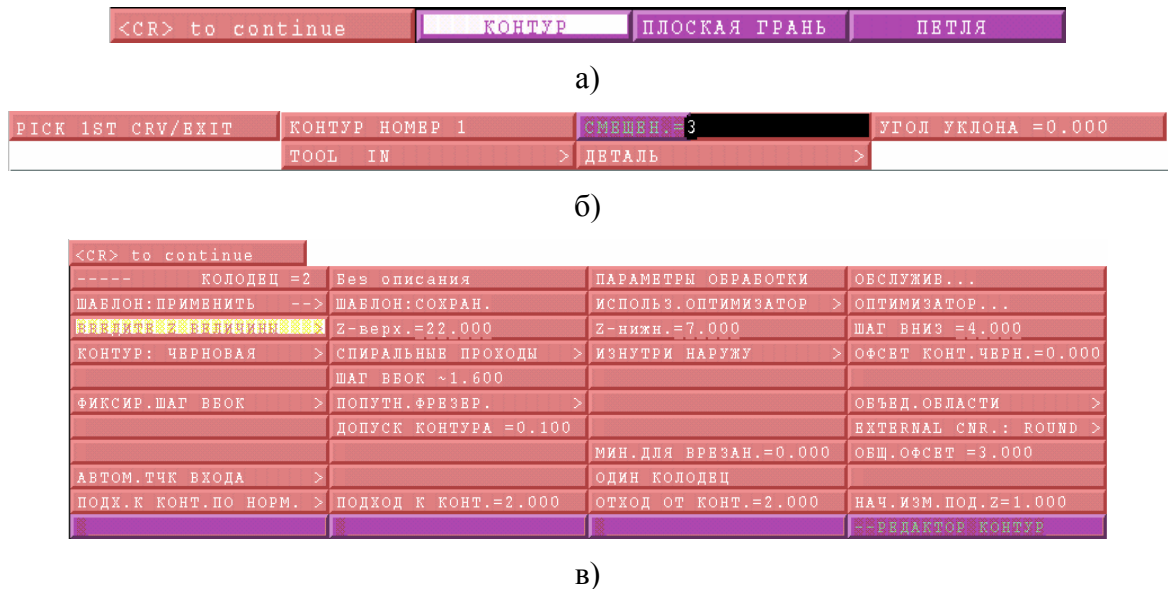

Рисунок 30 – Создание процедуры Колодец
- 2.4.8. Затем система предлагает способ задания Колодца (рисунок 30а), выбираем **КОНТУР**.
- 2.4.11. После этого появляется меню с параметрами Колодца (рисунок 30в), где мы можем задать **Z – верх.** и **Z – нижн., ШАГ ВНИЗ** (шаг инструмента вниз), обработка ведется спиральными проходами.
- 2.4.12. Чтобы продолжить нажимаем пункт меню **<CR> to continue** (рисунок 30в).
- 1.8.6.5. Открывается меню, где выбираем пункт **КОНТУР** (рисунок 30а). Система просит указать первую кривую (рисунок 30б), отмечаем последовательно все кривые (включая три новые), пока контур не станет замкнутым.
1.8.7.1. Входим в меню процедуры Колодец способом, описанным ранее. В открывшемся меню наводим курсор на пункт **ИЗНУТРИ НАРУЖУ** (рисунок 30) и при нажатии кнопки **<PICK>** происходит автоматическая смена этого пункта меню на пункт **СНАРУЖИ ВНУТРЬ**.
1.8.7.2. Если изменение процедуры окончено, то для того, чтобы продолжить нажимаем пункт меню **<CR> to continue** (рисунок 30).
2.5.4.2. Наводим курсор на пункт меню под названием **СПИРАЛЬНЫЕ ПРОХОДЫ** (рисунок 30) и нажимаем кнопку **<PICK>**.